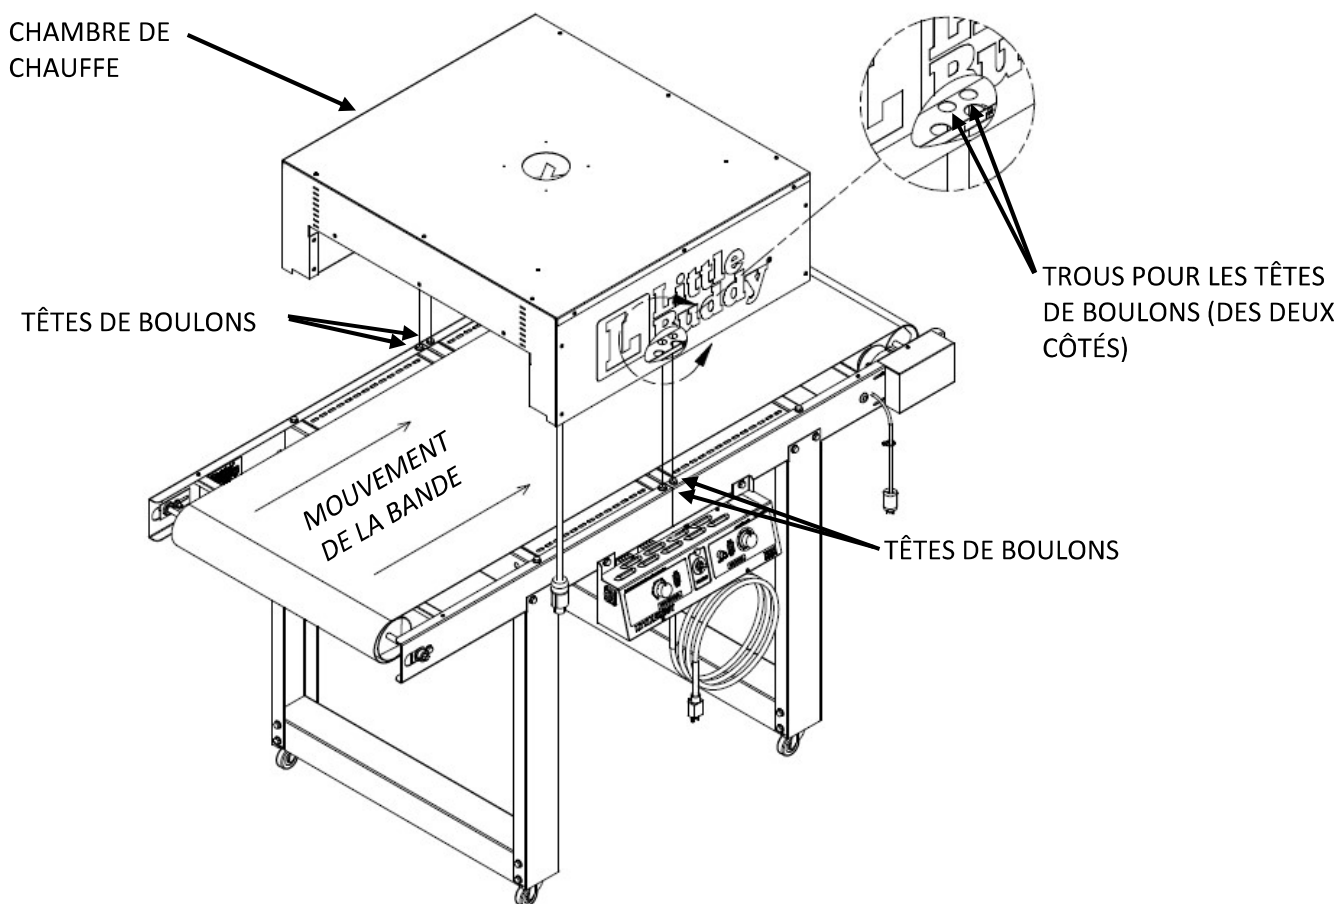

Figure 7
1. À l'aide de deux personnes, installez la **CHAMBRE DE CHAUFFE** sur le **CONVOYEUR** (voir **Figure 7**). Le **CORDON** de la **CHAMBRE DE CHAUFFE** doit se trouver du même côté du **CONVOYEUR** que le **PANNEAU DE COMMANDE**.
2. La **CHAMBRE DE CHAUFFE** possède des **TROUS** sur les rails inférieurs qui s'adaptent aux **TÊTES DE BOULONS** (voir vue agrandie, **Figure 7**). La **CHAMBRE** doit reposer à plat sur le **CONVOYEUR**.